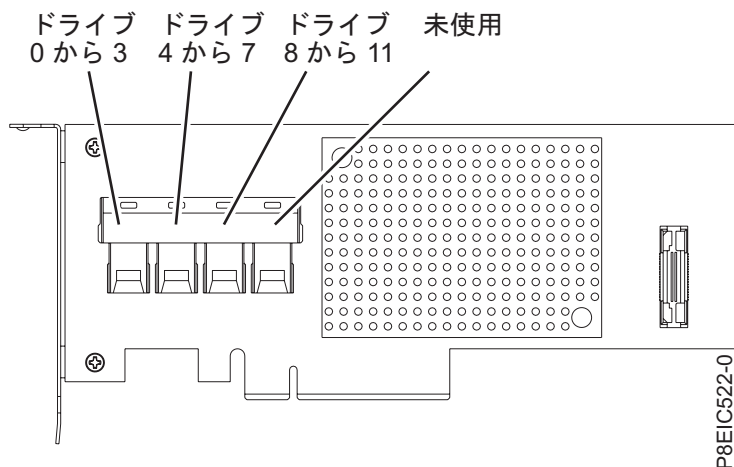

図 46. PCIe3 ロー・プロファイル 6 Gb SAS/SATA RAID アダプター (FC EC3Y - PMC 71605E) のケーブル接続
- a. RAID アダプターを取り付ける前に、ディスク・ドライブ用の信号ケーブルをこのアダプターに接続します。 44 ページの図 46 を参照してください。